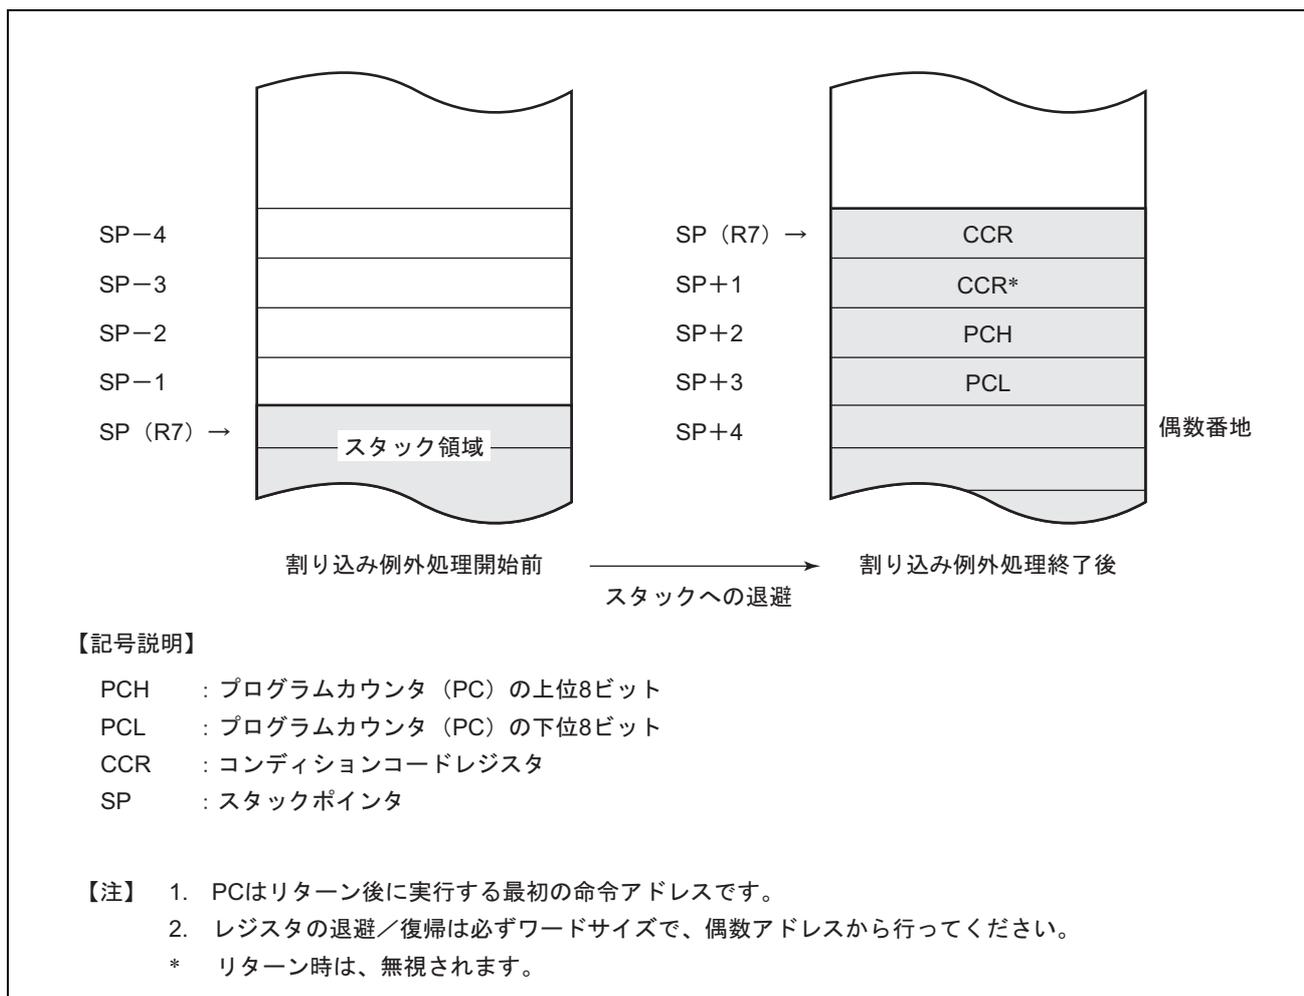

図 3.2 割り込み例外処理終了後のスタック状態
4. CPUが割り込み要求を受け付けると、実行中の命令を実行したあと、割り込み例外処理を開始します。まず、PCとCCRの値をスタック領域にスタックします。このときのスタックの状態を図3.2に示します。スタックされるPCの値はリターン後に実行する最初の命令のアドレスです。